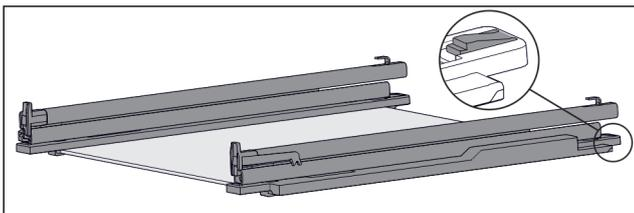

Fig. 52 Glasplatte mit Schienen und Halteteilen
- ▶ Halteteil hinten herunterdrücken (siehe Fig. 52) und gleichzeitig Schiene nach hinten schieben.